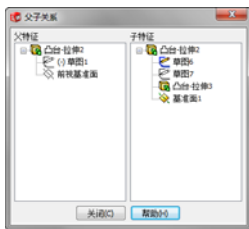

图 5-1 父子关系
2. 在弹出的快捷菜单中选择[父子关系]命令。系统就会弹出[父子关系]对话框（图 5-1）说明特征的父子关系。